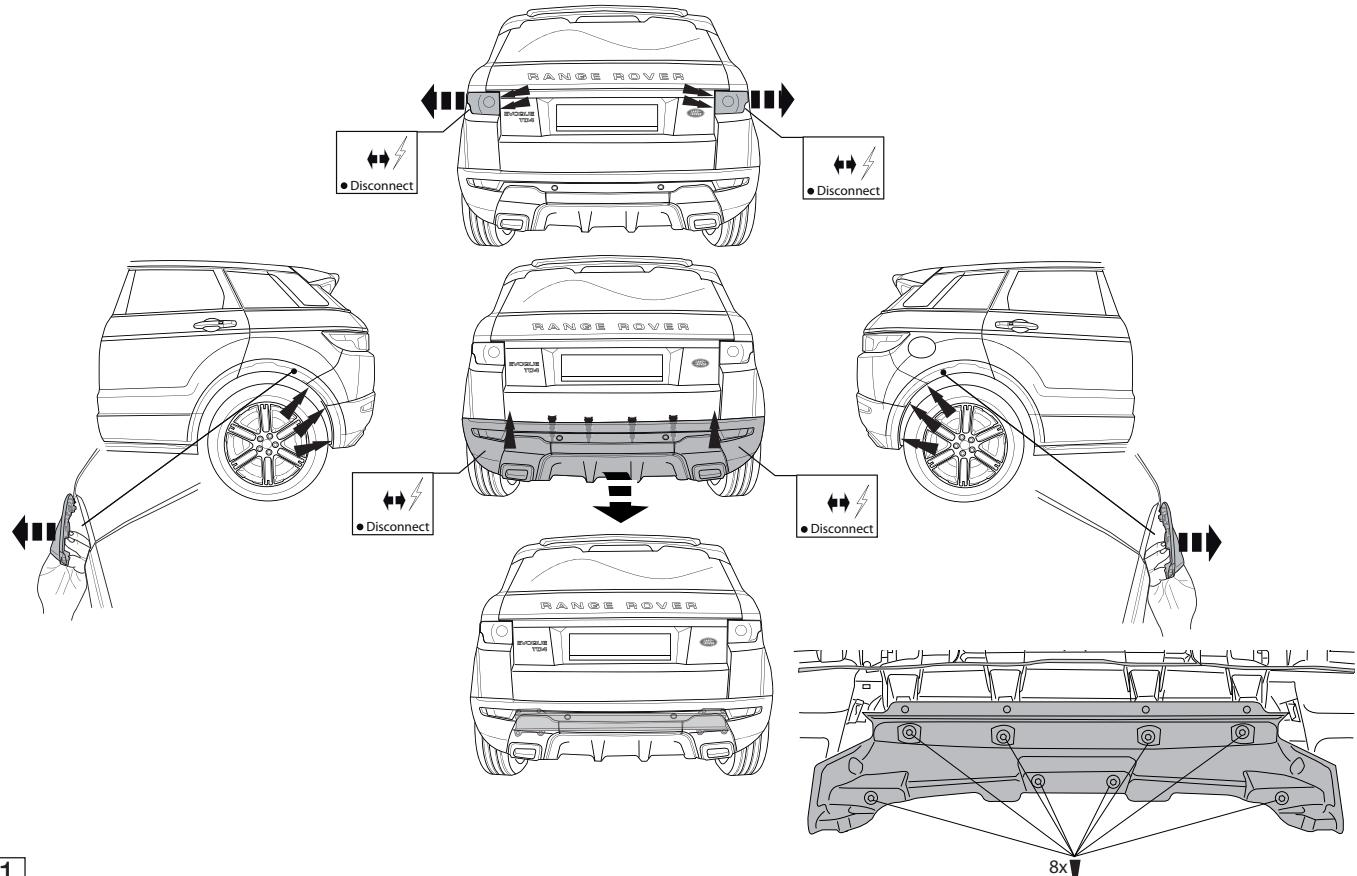

Fig.1
6. Remove the heat shield from the bumper. (see fig. 1.)
2. Remove the bumper. (see fig. 1).
1. Remove the rear-light units. (see fig. 1).
Demonteer het hitteschilid uit de bumper. (zie fig. 1)
1. Die Rücklichter abmontieren. (siehe Fig. 1).
2. Die Stoßstange abmontieren. (siehe Fig. 1).
6. Entfernen Sie den Hitzeschild von der Stoßstange. (siehe Fig. 1)
6. Demontez la protection anti-chaleur du pare-chocs. (voir la fig. 1)
1. Démonter les feuilles arrimées. (voir la fig. 1)
2. Démonter le pare-chocs. (voir la fig. 1).
1. Demontera bakljsmodulerna. (se fig. 1).
2. Demontera stötfångaren. (se fig. 1).
6. Ta bort värmeskölden från stötfångaren. (voir la fig. 1)
1. Demonter baglysenhederne. (jævnfør fig. 1).
2. Demonter kofangeren. (jævnfør fig. 1).